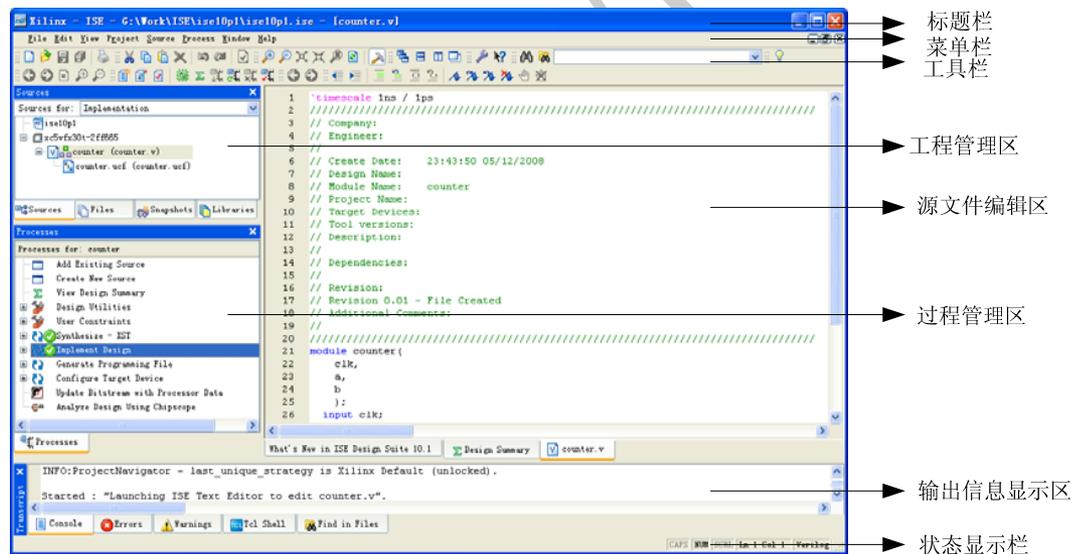

图8 ISE的主界面
- ISE10.1i的界面如图8所示，由上到下主要分为标题栏、菜单栏、工具栏、工程管理区、源文件编辑区、过程管理区、信息显示区、状态栏等8部分。